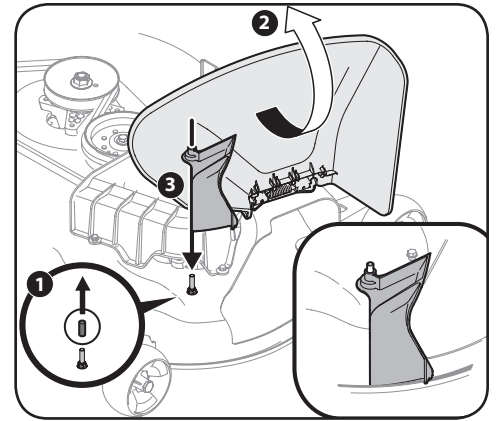

Figura 4-18
- Retire el tapón protector de goma del pasador de plataforma, 1 en la Figura 4-18.
- Eleve el deflector del canal (2 en la Figura 4-18) sobre la plataforma y sosténgalo mientras instala el adaptador de canal (731-10133) (3), sobre la plataforma como se muestra en la Figura 4-18.